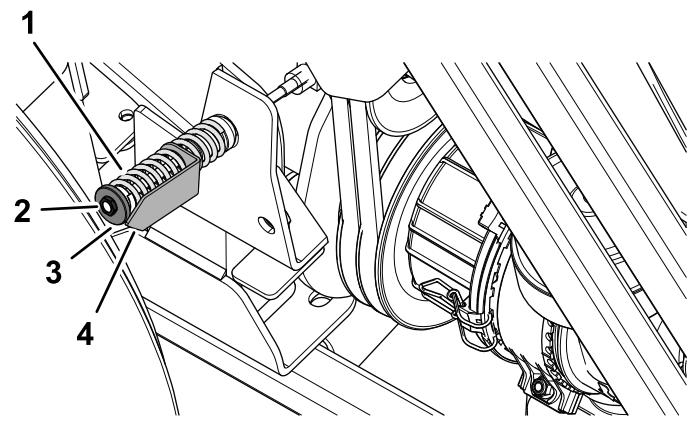

Bild 89
5. Drehen Sie ggf. die Mutter für die Spannscheiben-Spannvorrichtung, bis der Pfeil der Spannungsanzeige mit der äußeren Oberfläche der Scheibe ausgefluchtet ist (Bild 89).
Spannvorrichtung, siehe Bild 89 in [Prüfen der